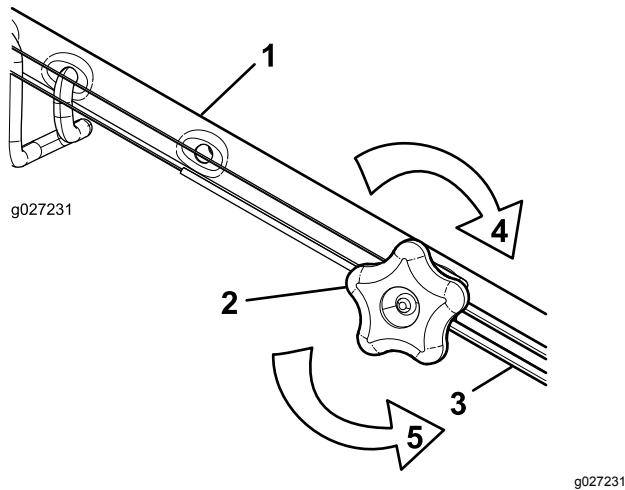

Bild 37
1. Drehen Sie das Handrad nach links, um die Zugeinstellung zu lösen (**Bild 37**).
2. Stellen Sie die Spannung des Zugs (**Bild 37**) ein, indem Sie ihn zurückziehen oder nach vorne drücken und dann in dieser Stellung arretieren.